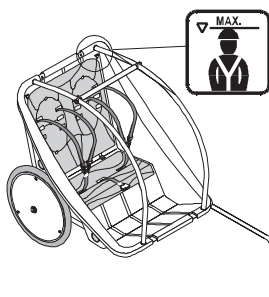

fig. 2
- Afin d'assurer une protection en cas de tonneau pour les enfants transportés dans la remorque, prévoir suffisamment de garde au toit pour leur tête (5 cm au moins sont recommandés). Avec leur casque sur la tête, les enfants ne doivent pas dépasser le marquage sur le dossier (fig. 2).